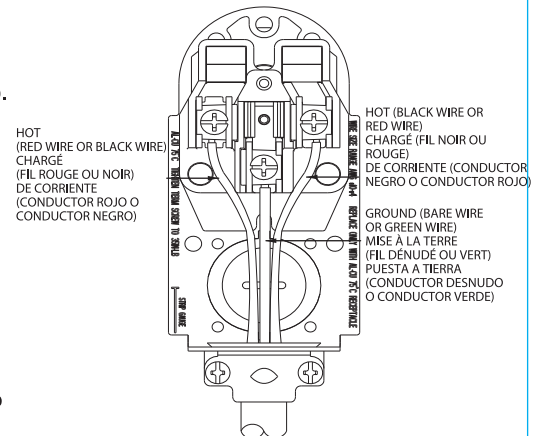

Fig. 1
4. Push each bare wire end down into its slot (Fig. 1). To do this, loosen the screw-tightening mechanism in the slot and swivel it up and out of the way. Once the wires have been placed, swivel the mechanism into place and tighten the screws onto the bare wire ends. Tighten terminal screws to 35 lb.-in. (3.95 N-m).
Enfoncez chaque extrémité de fil dénudée dans sa fente respective (fig. 1). Pour ce faire, desserrez le mécanisme de serrage des vis des fentes et faites-le pivoter vers le haut de façon à dégager la voie. Une fois les fils en place, vissez le mécanisme en place et serrez les vis aux extrémités dénudées des fils. Serrez les vis de borne à 3,95 N.m (35 lb/po).
Presione el extremo de cada conductor desnudo en su respectiva ranura (Fig. 1). Para hacerlo, afloje el mecanismo de apriete del tornillo en la ranura y gírelo hacia arriba fuera del camino. Una vez colocados los conductores, gire el mecanismo en su lugar y apriete los tornillos en los extremos de los conductores desnudos. Apriete los tornillos de los terminales en 3,95 N-m (35 lb-pulg).